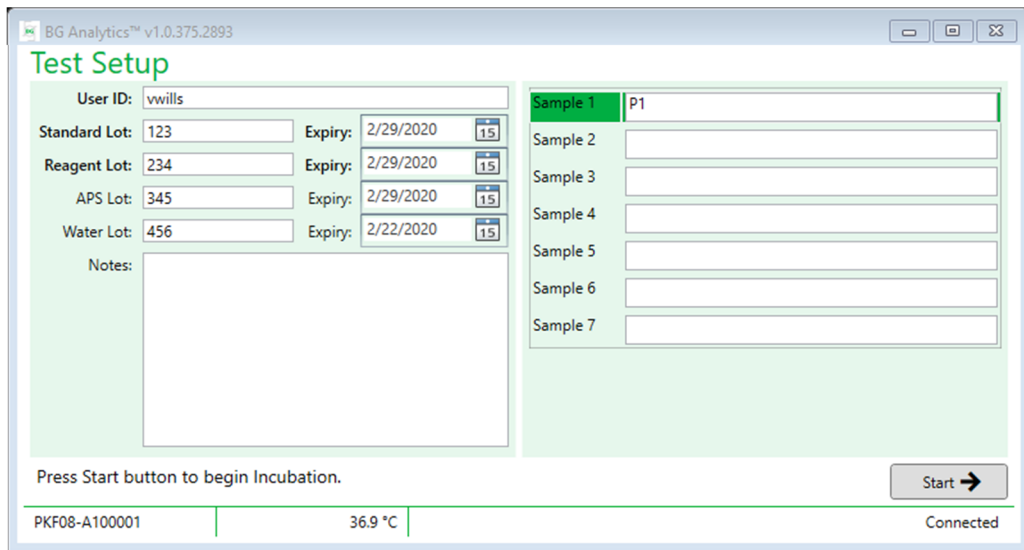

Figura 8. Ecrã de Configuração de Teste do BG Analytics® – Exemplo de informação preenchida
4. No ecrã de **Configuração do Teste**, utilize o leitor de códigos de barras ou preencha manualmente nas informações mínimas necessárias (ver Figura 8) e informações opcionais (caso existam):